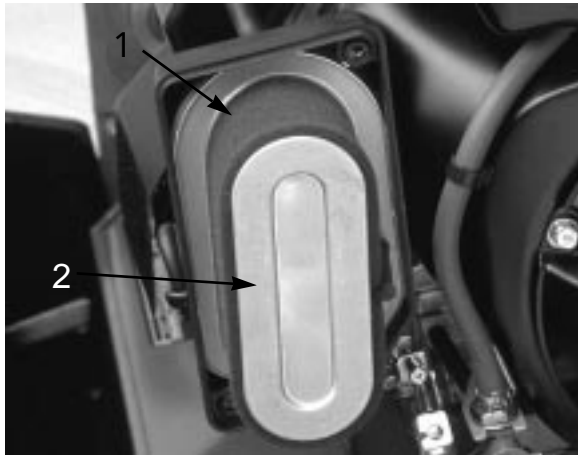

図 31
4. スポンジ (図31) を点検し、汚れていればペーパー・エレメントから外してきれいに洗う。